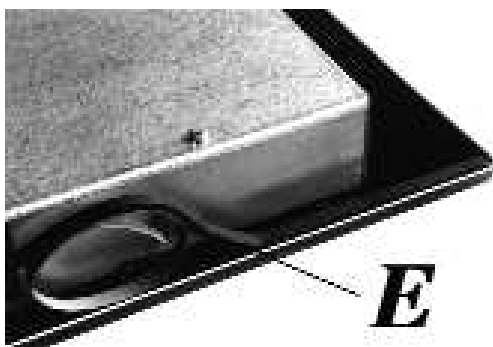

РИС. 9
- Переверните рабочую поверхность, Правильно расположите прокладку "Е" (рис. 9) под краями рабочей поверхности таким образом, чтобы внешняя сторона прокладки точно совпадала с внешним краем рабочей поверхности. Края полосок должны совпадать, не выступая друг над другом.